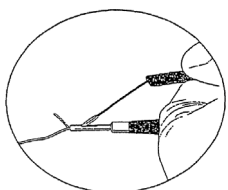

図 8
9. 余った固定用糸を切る為、別売りのスーチャー スレッダーを使って糸の端をUltra FAST-FIX用 ノット プッシャー/スーチャー カッターに挿入する。(図8参照)